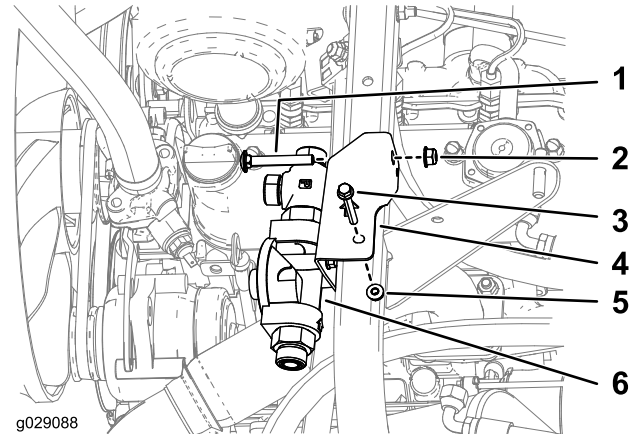

Figure 12
- Fixez le filtre hydraulique au cadre, comme montré à la Figure 12.